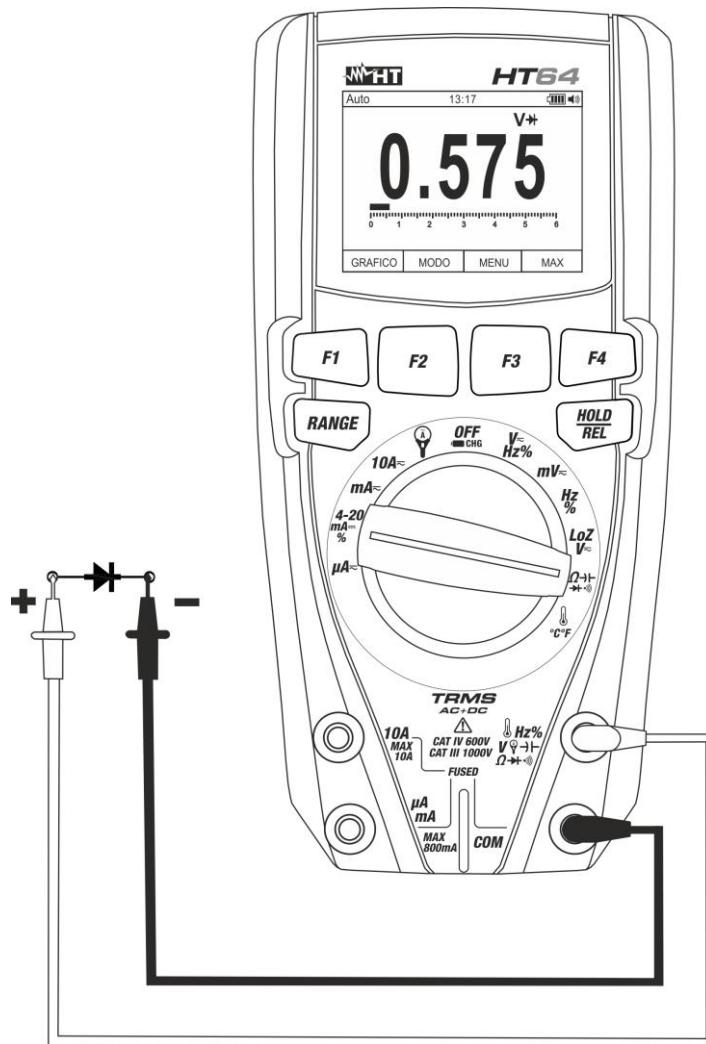

Fig. 27: Uso do instrumento para o Teste de Díodos
4. Colocar as ponteiras nas extremidades do diodo em exame (ver Fig. 27) respeitando as polaridades indicadas. O valor da tensão do patamar em polarização direta é apresentado no display.
6. Se o instrumento apresenta a mensagem "O.L" os terminais do diodo estão invertidos em relação ao indicado na Fig. 27 ou a junção P-N do diodo está danificada.